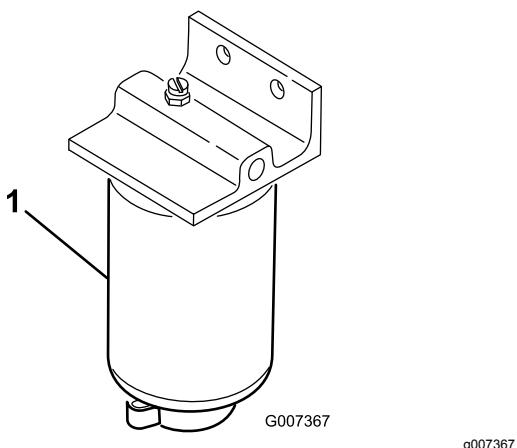

Figura 41
2. Pulite la superficie circostante la scatola del filtro (Figura 41).
4. Aprite il tappo di spурgo del filtro e la valvola di sfiato (Figura 41).